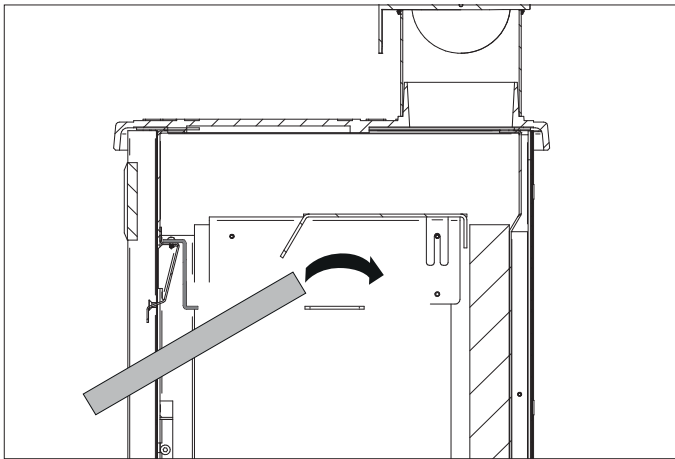
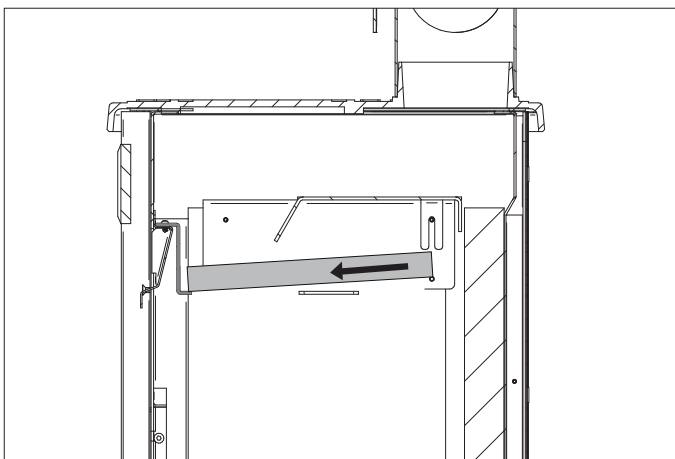

Fig. 6.2a
Fig. 6.2b
- togliere l'imballo del pannello refrattario. Posizionare quest'ultimo all'interno della camera di combustione, eseguendo prima l'operazione illustrata in **Fig. 6.2a** e poi successivamente quella in **Fig. 6.2b**;